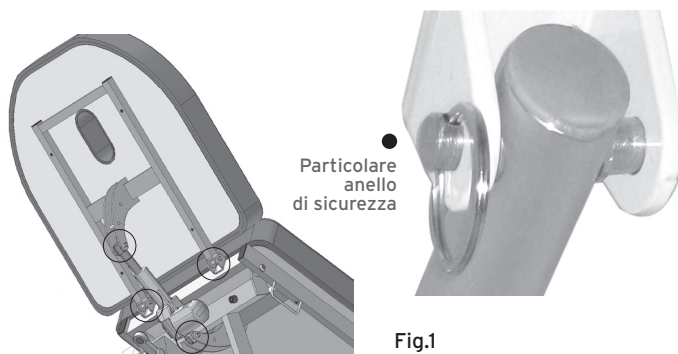

Fig.1
- Procedere all'assemblaggio dello schienale e del relativo attuatore al telaio del piano utilizzando i perni del kit accessori (Rif.D) e bloccarli con i fermi di sicurezza ad anello (Rif.E) come in Fig.1